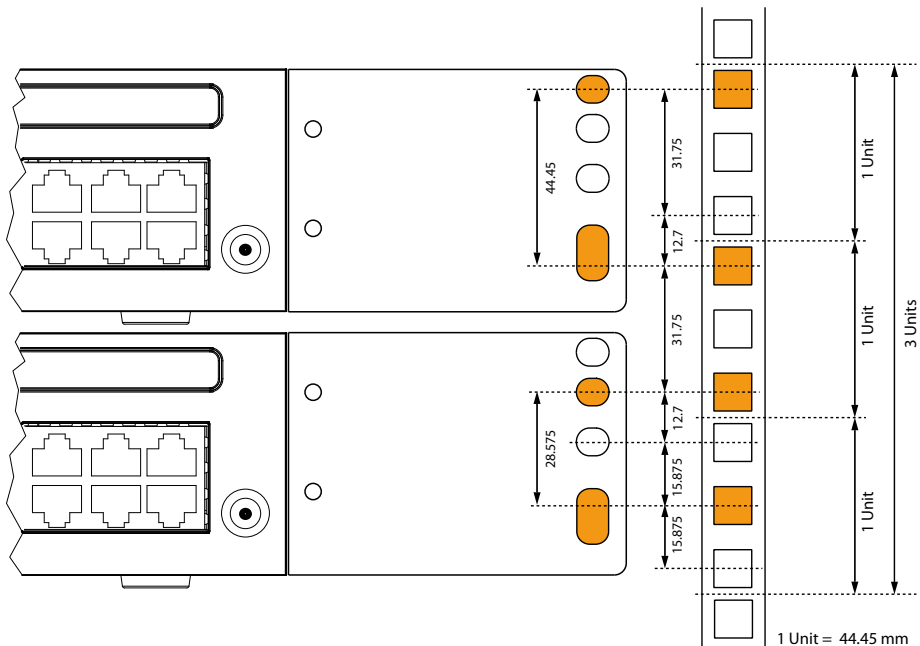

Fig. 16 Platzierung von 2 Kommunikationsservern übereinander in einem 19-Zoll-Rack
- Die Löcher in den Montageplatten erlauben das Platzieren von 2 Kommunikationsservern direkt übereinander mit einem Platzbedarf von 3 Units. Dabei werden unterschiedliche Löcher der Montageplatten verwendet (siehe Fig. 16).
8. Klemmen Sie die Käfigmuttern an den geeigneten Stellen in die Befestigungsschienen des Racks (siehe Fig. 16).